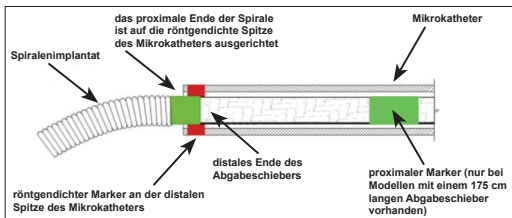

Abbildung 4 – Position der Marker für die Abtrennung
27. Die Spirale an die gewünschte Stelle vorschieben, bis der röntgendichte Marker auf dem Abgabeschleber ausgerichtet ist oder sich leicht distal zum Katheter mit röntgendichtem Marker an der distalen Spitze befindet, wobei die Abtrennung direkt jenseits der Katheterspitze positioniert wird. Siehe Abbildung 4.